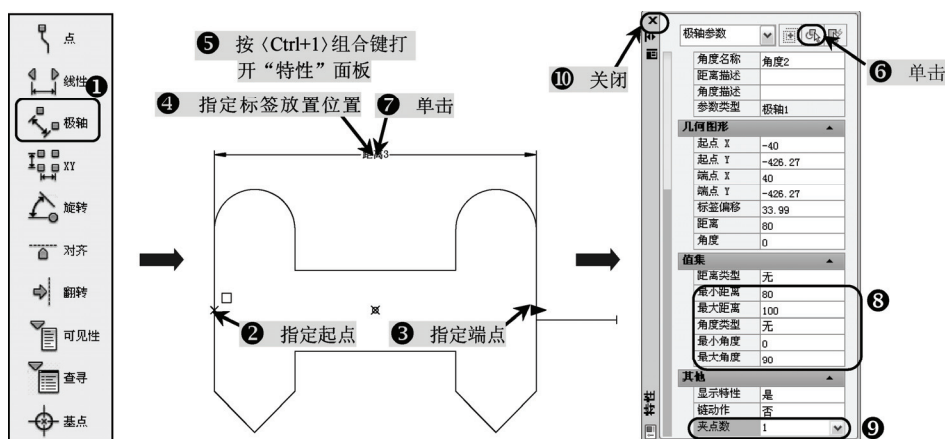

图 9-13 极轴参数操作及设置数据
2) 在“块编写选项板”中的“参数”选项卡中单击“极轴”工具按钮, 提示指定起点, 单击左边竖直线段的中点, 提示指定端点, 单击右端竖直线段的中点, 放置好该标签的位置; 执行“特性”命令 (mo), 选择刚才绘制好的标签, 在“集值”选项中的“最小距离”中输入“80”, 在“最大距离”中输入“100”, 在“最大角度”中输入“90”, 在“其他”选项中的“夹点数”中选择“1”, 关闭“特性”选项板, 如图 9-13 所示。